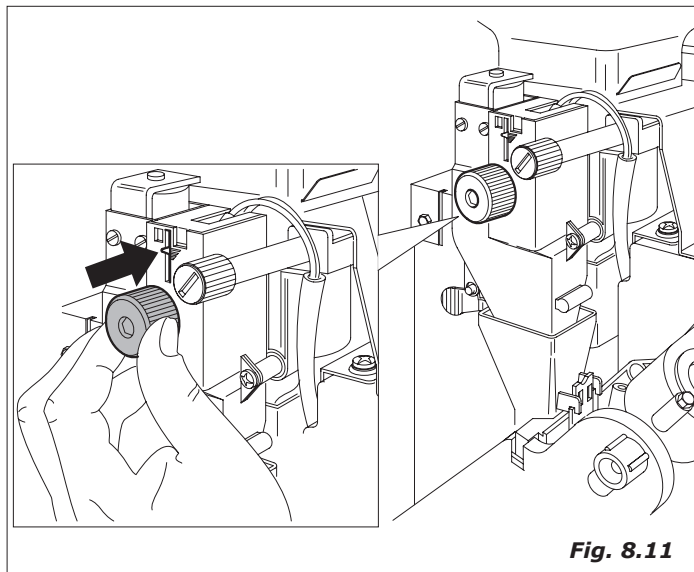

Fig. 8.11
- **Grammatura del caffè macinato.** Variare la quantità agendo sul pomolo posto sul dosatore (Fig.8.11).